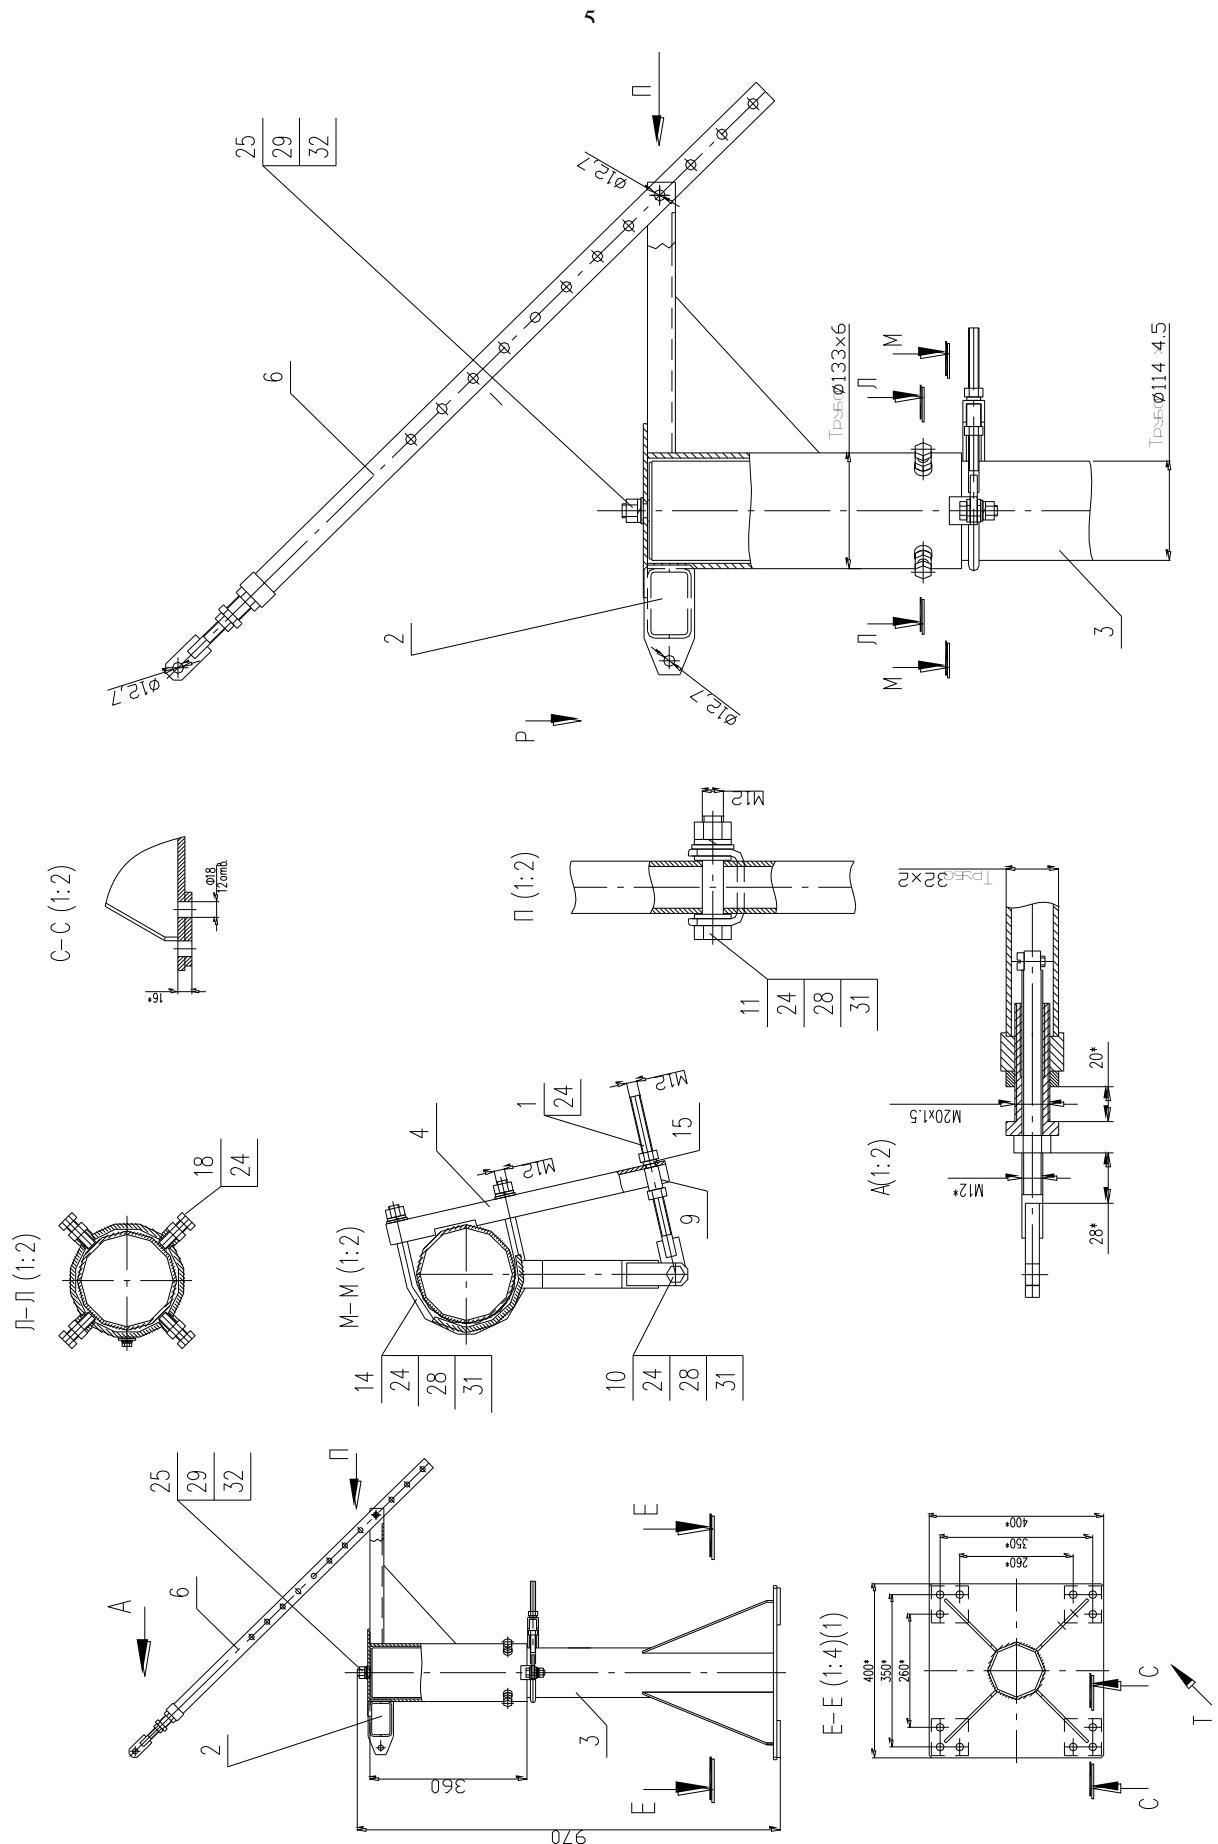

Рис.3
1. Отвернуть гайку M16 (поз.25) на оси стойки, смазать ось « Циатим-2001». Вывернуть 4 болта M12 (поз.18) на опорно-поворотном устройстве (ОПУ) и надеть его на стойку. Проверить вращение опоры на столбе, опора должна вращаться на 360° без заеданий. Закрепить опору на столбе гайкой M16 согласно (Рис. 3).
5. Установить тягу угломестную согласно (Рис.3).. Закрепить спецболтом M12 (вид. П). Регулировка тяги производится за счёт вращения гайки на конце тяги (Рис.3 Вид А).